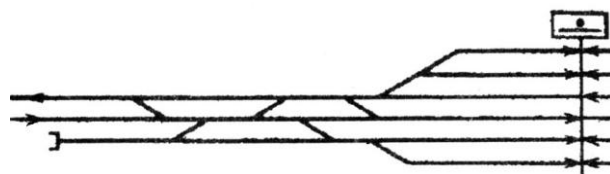

Рисунок 12
- 3 На схематическом плане станции (рисунок 12) произведите: